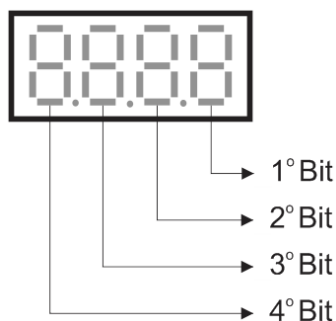
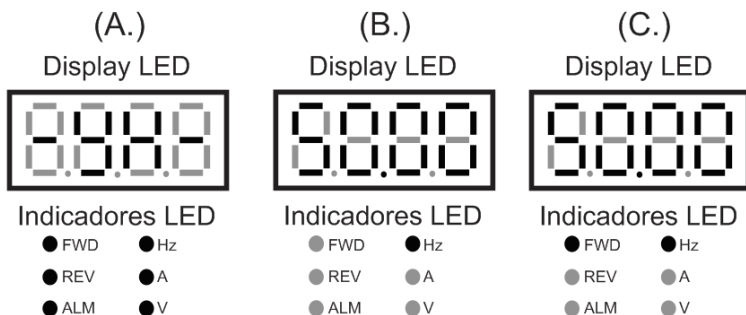

Fig. 4-5 Display LED
Fig. 4-6 Apresentação de parâmetros no display LED
O display LED (Fig. 4-5) apresenta os parâmetros do inversor em modo de espera e operação (Ver função P3.43), parâmetros das funções em modo de programação (Ver capítulo 6) e código de falhas no modo de alarme (Ver grupo P6). A Fig. 4-6 (A) mostra a inicialização do inversor após a sua energização.
O inversor entra em operação após receber um comando válido de partida e assim o display passará a apresentar os parâmetros de acordo com a função P3.43 (geralmente o parâmetro b-00 – frequência de saída atual), conforme mostra a Fig. 4-6 (C).